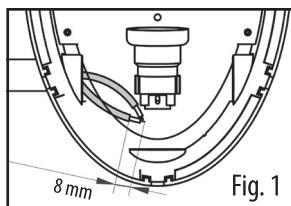

Fig. 1
- Fissare il portalampada nel punto di ancoraggio della base con la vite in dotazione (fig. 1).
- Inserire la guaina siliconica nei conduttori (fig. 1).
- Spelare i conduttori di circa 8mm, attorcigliare i trefoli di rame. Collegare i conduttori di fase (L) e neutro (N) sul portalampada (fig. 1).